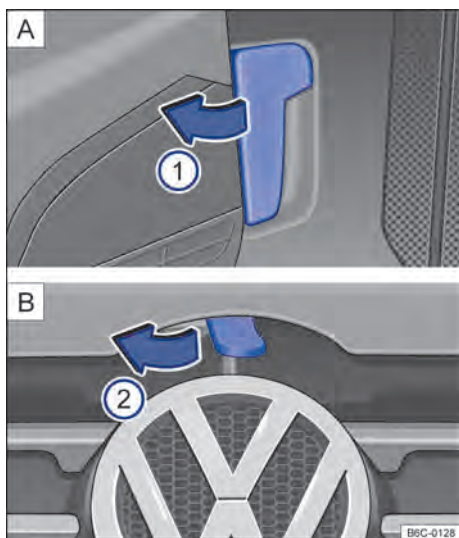

Fig. 149 **A** Palanca de desbloqueo del capó delantero en la zona reposapiés del conductor. **B** Palanca de desbloqueo en la parte interior del vano motor.
- Abrir la puerta del conductor y tirar de la palanca de desbloqueo en la dirección de la flecha → **fig. 149 A 1**. El capó delantero salta hacia fuera del bloqueo del cierre por la presión del muelle → **pág. 188**.
- Levantar un poco el capó delantero y, al mismo tiempo, presionar la palanca de desbloqueo en el sentido de la flecha → **fig. 149 B 2**, que se encuentra en la parte interna del capó, para abrir completamente el capó delantero.